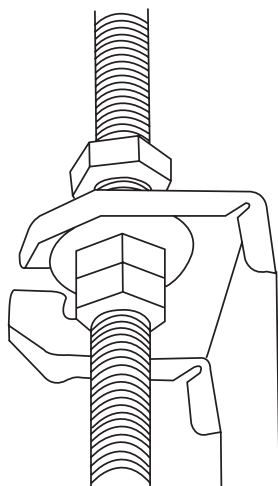

Abb. 3.5
5. Montieren Sie das Innengerät. Sie benötigen zwei Personen, um es anzuheben und zu befestigen. Führen Sie die Aufhängebolzen in die Befestigungslöcher des Geräts ein. Ziehen Sie sie mit den mitgelieferten Unterlegscheiben und Mutterschrauben fest. (Siehe Abb. 3.5).